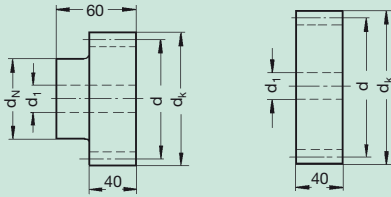

Bild 1 / Fig.
Bild / Fig. 1
**Bild / Fig. 1**